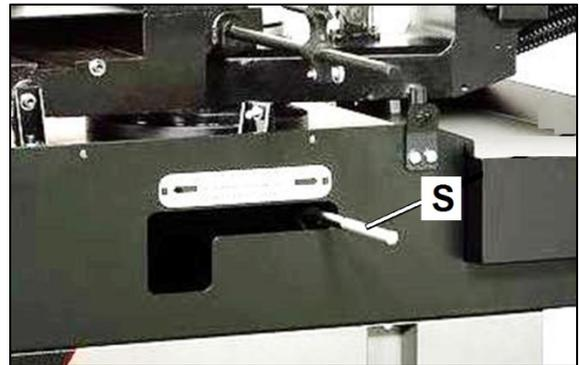

Figure 8-1 : Réglage d'usinage des onglets
6. Coupez l'alimentation principale (A).
7. Desserrez la scie à archet en tournant le levier de verrouillage (S, Fig 8-1) vers la gauche.